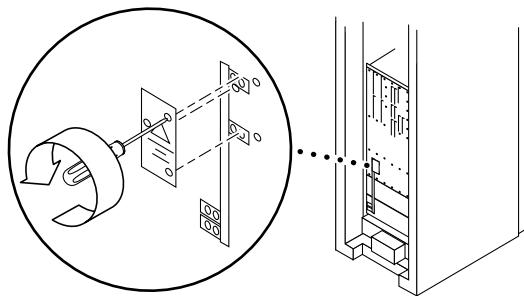

図 12-16 カバーをバスバーに固定しているねじの取り外しとバスバー絶縁体の取り外し — Sun Fire 4810 システム
8. バスバーのカバーを固定している 3 本のねじを外し、バスバー絶縁体を取り外します (図 12-16)。
3. 3 本のねじを元の位置に取り付け、バスバーの保護カバーを固定します (図 12-16)。